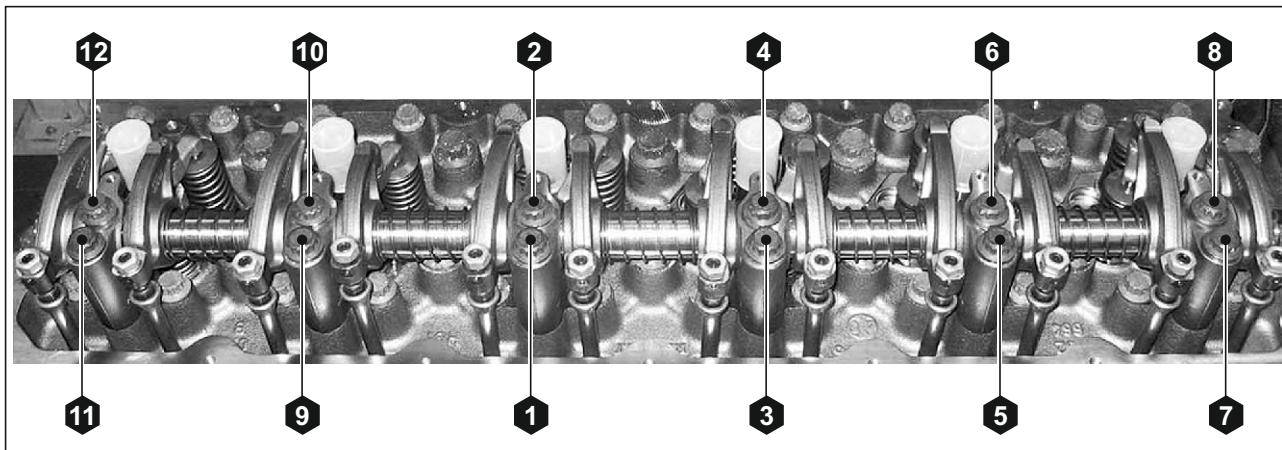

Рис. 124. Порядок затяжки болтов крепления оси коромысел.
- Затянуть болты стоек оси коромысел согласно, указанному порядку и рекомендованному моменту (см. Рис. 124):